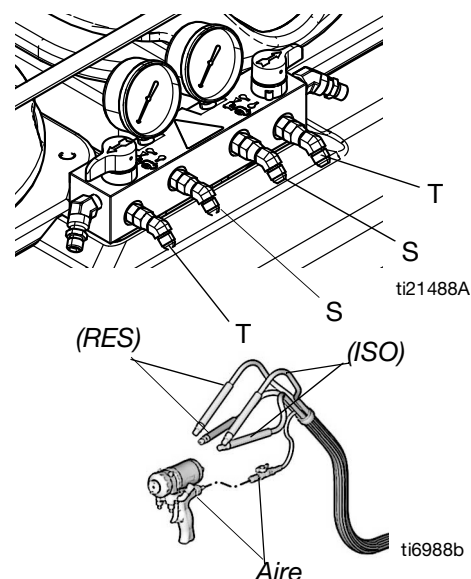

FIG. 5 Conexión de las mangueras de recirculación
1. Conecte las mangueras de suministro de fluido a las conexiones de las mangueras de salida (S, FIG. 5). Mangueras rojas para ISO, azules para RES. Los accesorios de conexión tienen diferentes tamaños para evitar errores al conectarlos. Conecte el otro extremo de las mangueras a las entradas ISO y RES de la pistola.